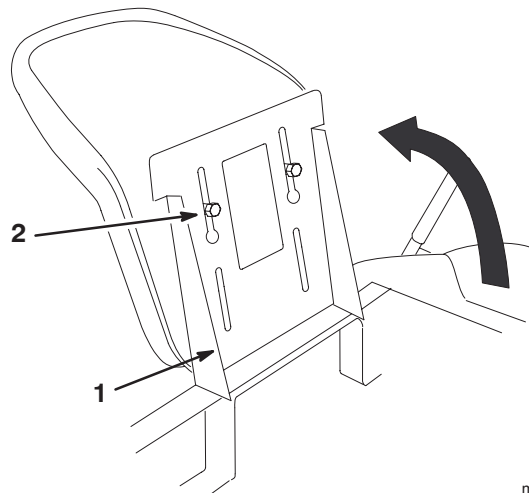

Figure 5
2. Soulevez le support du siège sur la machine (Fig. 5).
3. Glissez les boulons à épaulement qui se trouvent sous le siège dans les fentes du support du siège (Fig. 5).